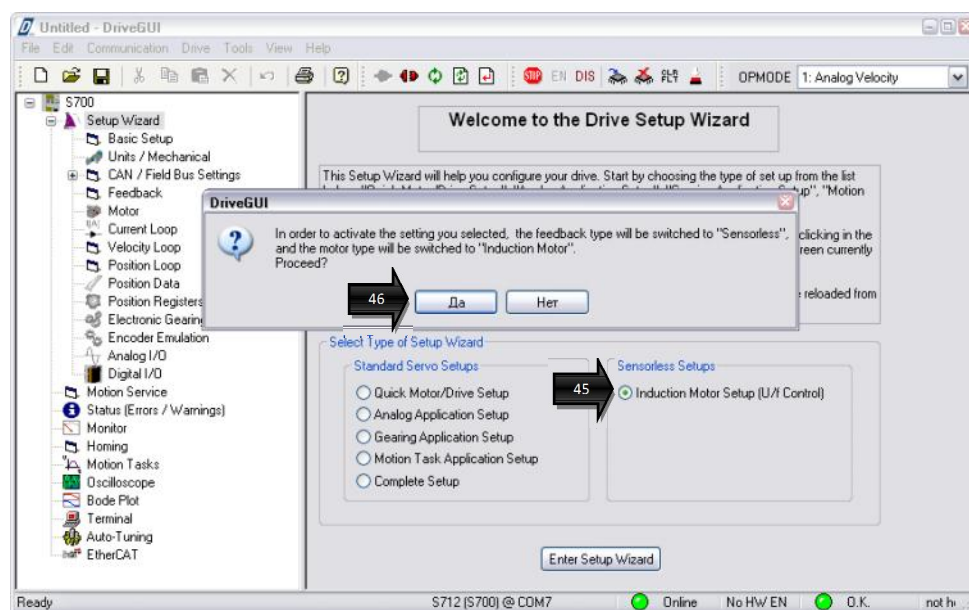

Рисунок 18 – Запуск мастера настройки для асинхронного двигателя
5.8 В открывшемся окне «Setup Wizard» необходимо выбрать пункт «Induction Motor Setup (U/f Control)» . Затем в открывшемся диалоговом окне подтвердить сделанный выбор кнопкой «Да»  (рис. 18).